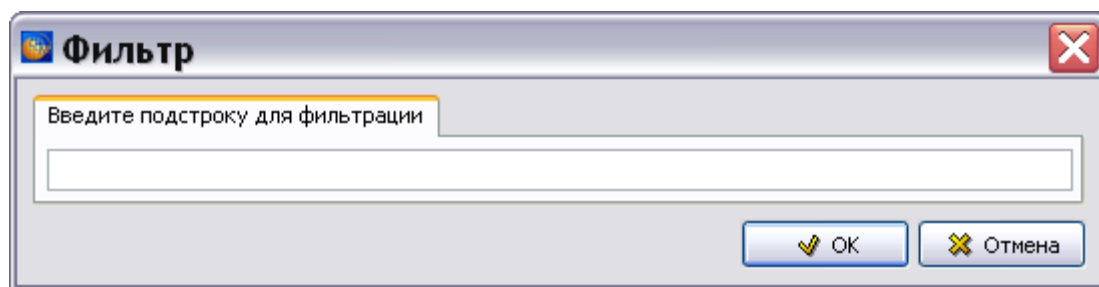

Рис. 173
3. В окне **Фильтр** введите слова для фильтрации (Рис. 173).